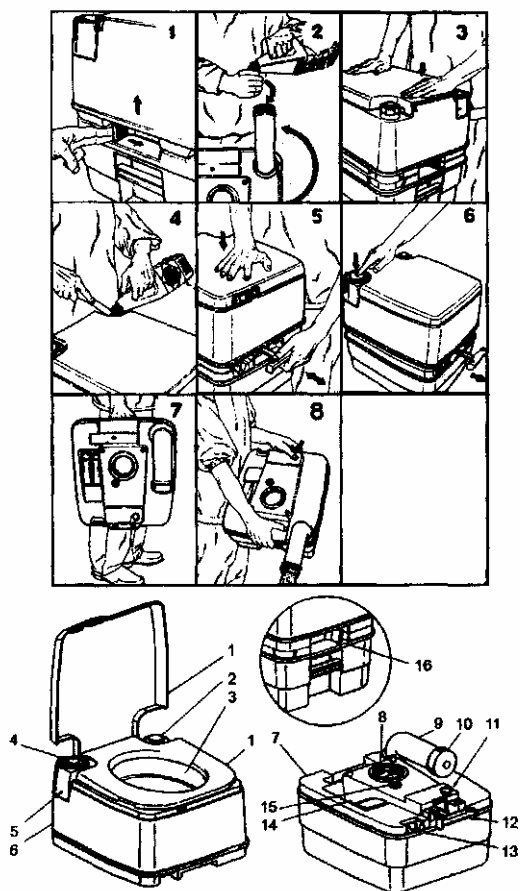

Рис.13 Порядок пользования и устройство биотуалета Rogla Po(й 365
Биотуалет - туалет с водным смывом (емкость отходосодержащего бачка 21 л). Туалет (Рис.13) состоит из двух частей: верхней части, представляющей собой
1. Сдвиньте фиксирующую защелку 16(Рис. 13) вправо, одновременно отделив сливной бачок от бачка для стоков. После отпускания защелки, она автоматически вернется в исходное положение.